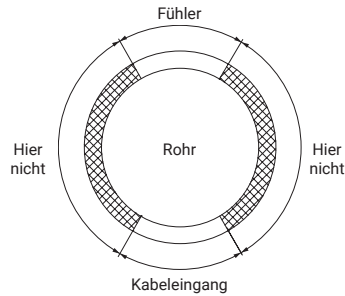

Abbildung 8: Fühler- und Kabeleinführung
- Das Anschlusskabel muss so aus der Isolierung herausgeführt werden, dass keine Feuchtigkeit in die Isolierung eindringen kann. (Abbildung 8)